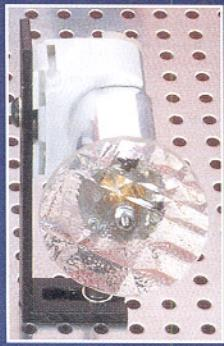
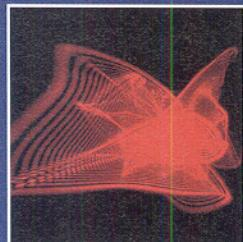

Bild 11: Getriebemotor zur Aufnahme von Gittereffekten oder Kathedralglasfolien (Schlierenmuster)
Bild 12: Interferenzmuster zur Erzeugung von Schlierenmustern
• Gittereffekte zur Erzeugung von Linien- und Kreuz-Raumeffekten (Bild 9). Die Effekte können wahlweise in einen Effekthalter (Bild 10) eingebaut oder an einen langsam drehenden Motor angebaut werden (Bild 11).
- Interferenzmuster zur Erzeugung von Schlierenmustern (Bild 12). Bewegung durch Getriebemotor (Bild 11).